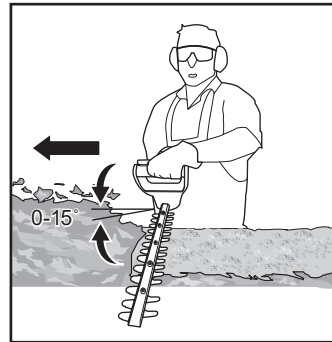

Fig. 8
7. Après la taille des côtés, passer à la partie supérieure. Essayer de maintenir le dispositif de coupe incliné à un angle d'environ 15° par rapport à la surface de coupe (Fig. 8).